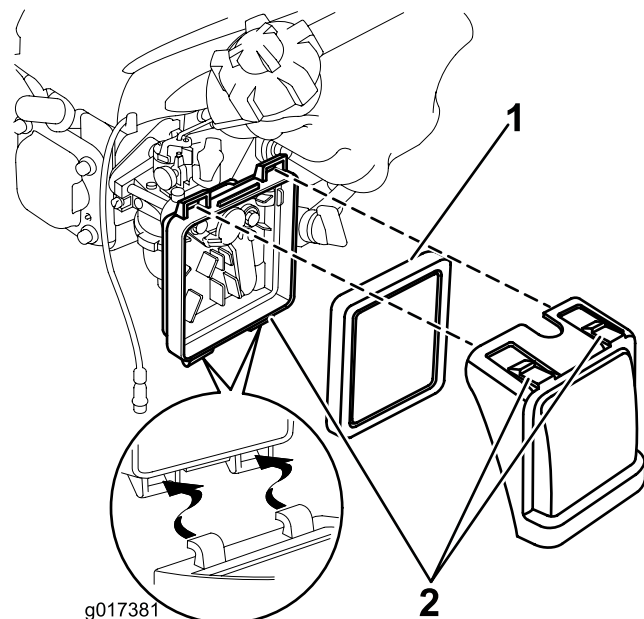

Figure 18
1. Appuyez sur les languettes de verrouillage en haut du couvercle du filtre à air (Figure 18).
2. Ouvrez le couvercle (Figure 18).
3. Retirez le filtre à air (Figure 18).
6. Insérez l'élément filtrant dans le boîtier du filtre à air (Figure 18).
7. Remettez le couvercle en place (Figure 18).